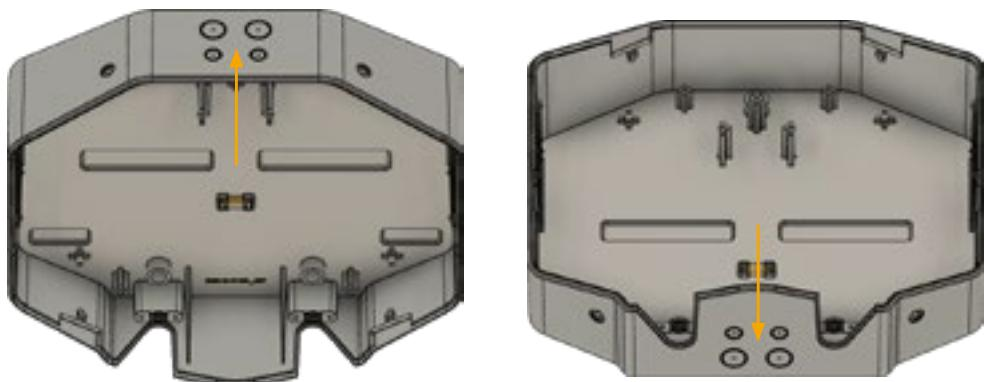

Abbildung 14: Löcher für eine Zuleitungseinführung
3. Bohren Sie, für eine Zuleitungseinführung von oben oder unten mit einem geeigneten Bohrwerkzeug (\varnothing 16 mm bzw. \varnothing 25 mm) Löcher für die Kabelverschraubungen an die entsprechend dafür vorgesehenen Gehäusestellen auf der Ober- oder Unterseite des Gehäuses. (Abbildung 14)